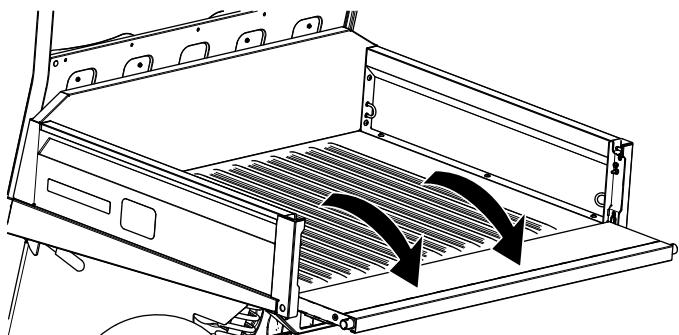

Figure 51
3. Abaissez le hayon jusqu'à ce qu'il soit au niveau du fond du plateau de chargement (Figure 51).